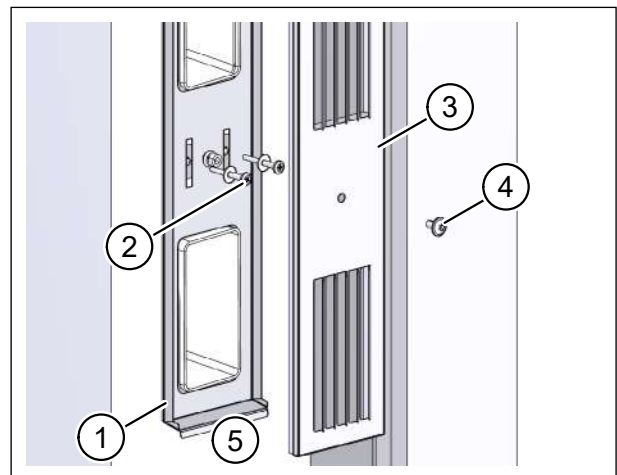

Abb. 5: Fassadenabschluss an Fensterlaibung befestigen
Achten Sie darauf, dass die Tropfnase (Pos. 5 in Abb. 5) des Fassadenabschlusses nach unten zeigt.
- ▶ Setzen Sie die Grundplatte (Pos. 1 in Abb. 5) des Fassadenabschlusses auf die Flachkanäle auf.
- ▶ Befestigen Sie die Grundplatte des Fassadenabschlusses an der Fensterlaibung, indem Sie Schrauben mit Scheiben (Pos. 2 in Abb. 5) in die Isolierdübel eindrehen und festziehen.
- ▶ Drehen Sie die Deckplatte (Pos. 3 in Abb. 5) des Fassadenabschlusses so, dass die Lamellen weg vom Fenster zeigen.
- ▶ Befestigen Sie die Deckplatte mit der M6-Schraube (Pos. 4 in Abb. 5) an der Grundplatte.